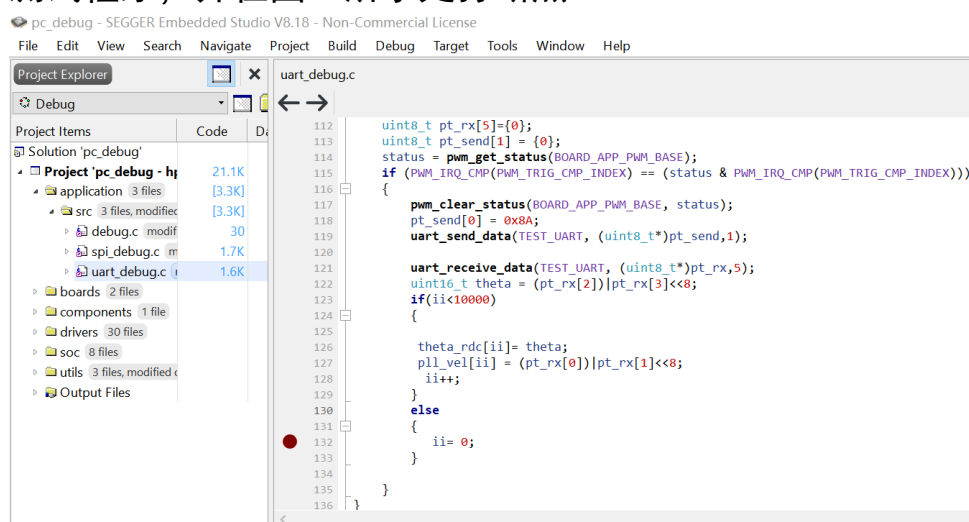

图12 UART测试程序断点位置
- (3) 运行HPM5300_RDC程序。
- (4) 设置电机转速为1200rpm并运行电机；
- (5) 测试工程设置成UART测试模式，将要导出的变量添加到watch，在电机匀速运行时运行测试程序，并在图12所示处打断点。